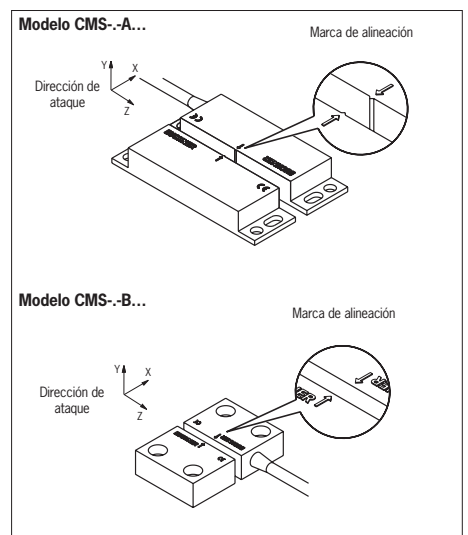

Fig. 1: Alineación de la cabeza de lectura y el actuador
► Si la velocidad de ataque entre la cabeza de lectura y el actuador es reducida, se recomienda evitar la dirección de ataque Z (véase la Fig. 1).